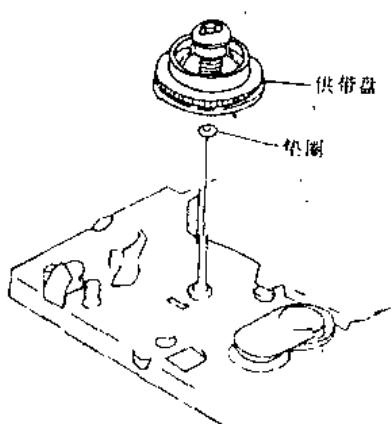

图 1-31
②拆卸张力臂和张力带 [参见 (8)]。
③拉出供带盘，如图 1-31 所示。